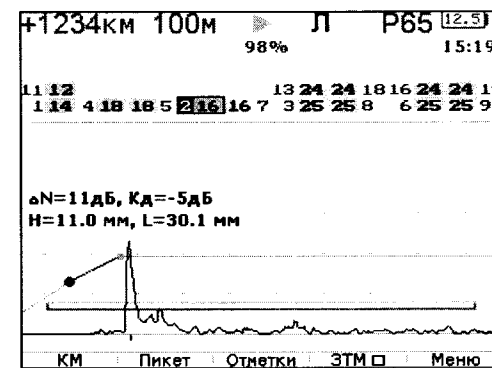

Рисунок 2 - Мнемосхема с индикацией развертки типа А
5.2.1 В многоканальном режиме контроля работают все ультразвуковые излучающие и приемные каналы прозвучивания. При этом в режиме контроля «Вне стыка» работает звуковая сигнализация от всех информационных каналов. Стробы зон контроля в каналах контроля устанавливаются программно в соответствии с таблицами 2 и 3. В этом режиме на экран матричного индикатора дефектоскопа выводится мнемосхема (рисунок 2) с условным расположением резонаторов каналов на контролируемом рельсе.